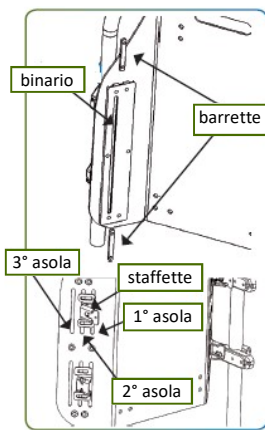

Fig. 5: Esempio di assemblaggio
- inserire nel binario (fig. 5), presente nella parte interna dello schienale, delle barrette in acciaio fondamentali per l'ancoraggio delle staffette sullo schienale
- montare sullo schienale le staffette (fig. 5) già assemblate sull'asola interessata alla larghezza della carrozzina tenendo presente la tabella 1 (le staffette con la linguetta e la molla sono da posizionare superiormente, le altre inferiormente)
Inoltre è possibile far scorrere le staffette lungo le asole presenti sullo schienale. (fig.5)